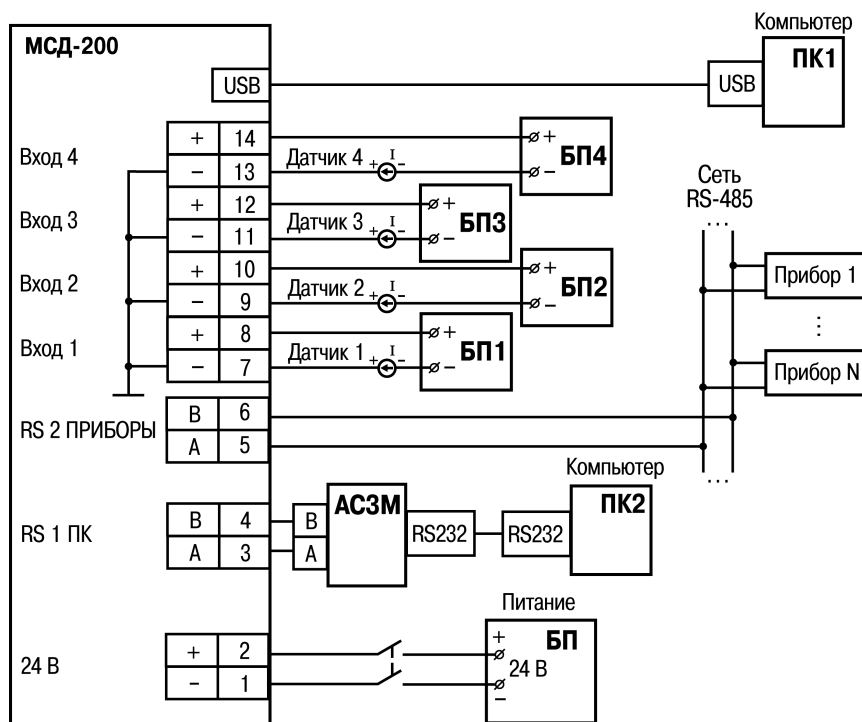

Рисунок 1.2
1.11.2. Связь с прибором контролируется индикатором, находящимся справа от кнопки «Пуск/Стоп» (смотри рисунок 1.2 - ссылка 1). Если связь с прибором установлена, индикатор окрасится в зеленый цвет. В случае неудачной попытки соединения индикатор связи остается окрашенным в красный цвет, а на индикаторе «статистика сети» количество «пакетов» приблизительно равно количеству «ошибок» (во вкладке "способ подключения" рисунок 1.2 - ссылка 2). Разрыв соединения осуществляется нажатием кнопки «СТОП».
(рисунок 1.2– ссылка 2) и отметить точкой "RS-232" или "Модем". В зависимости от выбранного значения, появится одну из следующих окон: